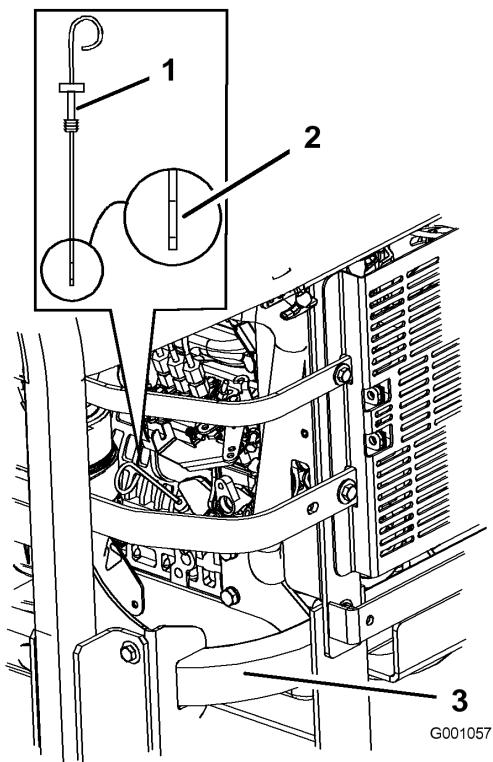

Figura 34
3. Limpie alrededor de la varilla de nivel de aceite (Figura 34) de forma que la suciedad no penetre por el orificio de llenado y cause daños en el motor.
4. Retire la varilla de aceite y límpie el extremo metálico (Figura 34).
5. Introduzca la varilla a fondo en el tubo de llenado. Retire la varilla y observe el extremo metálico (Figura 34). Si el nivel de aceite es bajo, vierta lentamente sólo la cantidad de aceite suficiente en el orificio de llenado para que el nivel llegue a la marca Lleno.